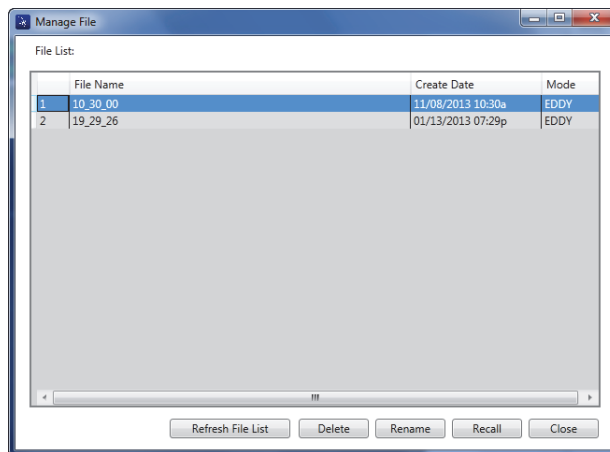

図 7-17 File Manager（ファイルマネージャー）ダイアログボックス
Manage File（ファイルの管理）ダイアログボックスが開きます（211 ページの図 7-17 参照）。
1. **Manage File** (ファイルの管理) ダイアログボックスで、削除するファイルを選択し、**Delete** (削除) をクリックします (211 ページの図 7-17 参照)。
1. **Manage File** (ファイルの管理) ダイアログボックスで、名前を変更するファイルを選択し、**Rename** (名前の変更) をクリックします (211 ページの図 7-17 参照)。
1. **Manage File** (ファイルの管理) ダイアログボックスで、呼び出すファイルを選択し、**Recall** (呼び出し) をクリックします (211 ページの図 7-17 参照)。
- ◆ **Manage File** (ファイルの管理) ダイアログボックスで、**Refresh File List** (ファイルリストのリフレッシュ) をクリックします (211 ページの図 7-17 参照)。